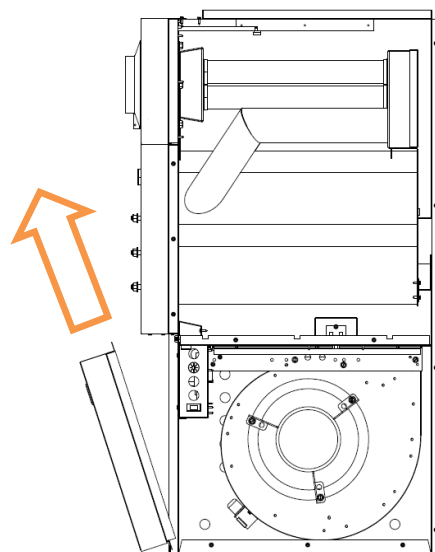

Figure 2
3) Ouvrir le compartiment du ventilateur (Figure 2).